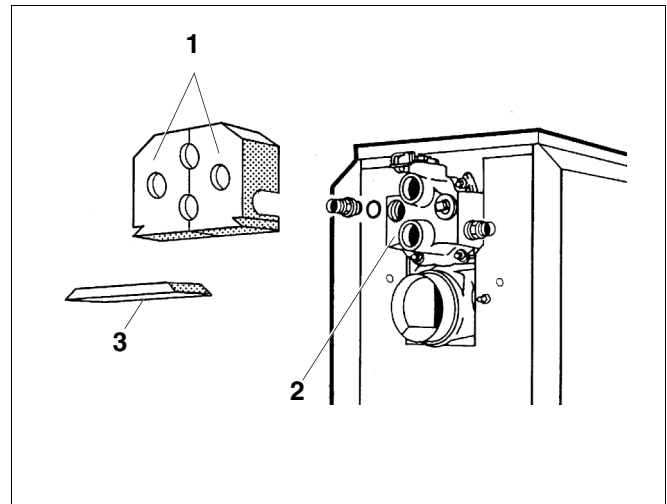

Abb. 7 Wärmeschutz ausschneiden und Wärmeschutz aufschieben
- Wärmeschutz (Abb. 7, Pos. 1) entsprechend der verwendeten Anschlüsse ausschneiden und auf das Anschlussformstück (Abb. 7, Pos. 2) aufschieben.
- Strahlungsschutzblech (Abb. 7, Pos. 3) unten auf den Wärmeschutz (Abb. 7, Pos. 1) aufschieben.